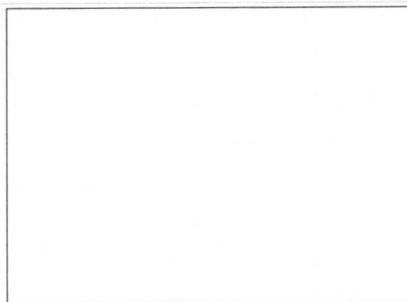

图 1-16 绘制图框
(3) 单击“缩放”工具栏中的“全部缩放”按钮Q，或在命令行中输入“Z”并回车，输入“A”并回车，将图形全部显示出来，如图 1-16 所示。